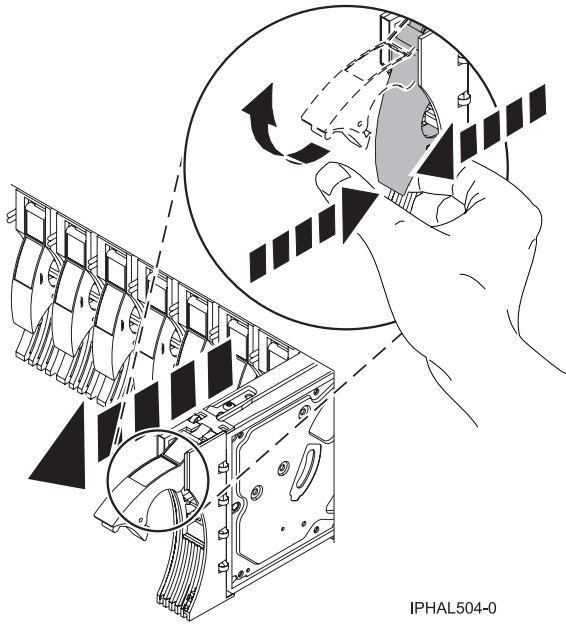

Figure 59. Retrait d'une unité de disques d'un modèle ou 7311-D20
- Appuyez sur la poignée de l'unité de disques et tirez-la vers vous pour retirer l'unité de disques (voir figure 59, à la page 80). Si la poignée n'est pas complètement sortie, vous ne pouvez pas retirer l'unité de disques de l'unité centrale ou de l'unité d'extension.